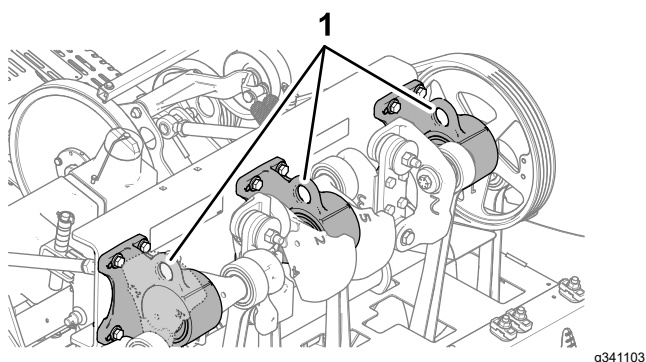

Figura 3
**Notă:** Dacă este disponibil, utilizezi un echipament de ridicare pentru a ridica partea din spate a mainii. Utilizai urechile din carcasa rulmenților capului de carotaj ca puncte de fixare a echipamentului de ridicare (Figura 3).